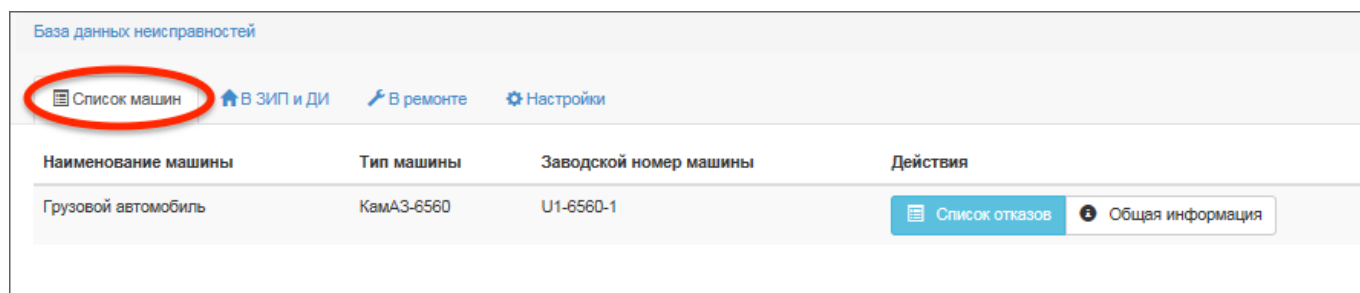

Рис. 9-22 – Вкладка «Список машин»
- перейти на вкладку «Список машин» для отображения списка обслуживаемых экземпляров ФИ (рис. 9-22);